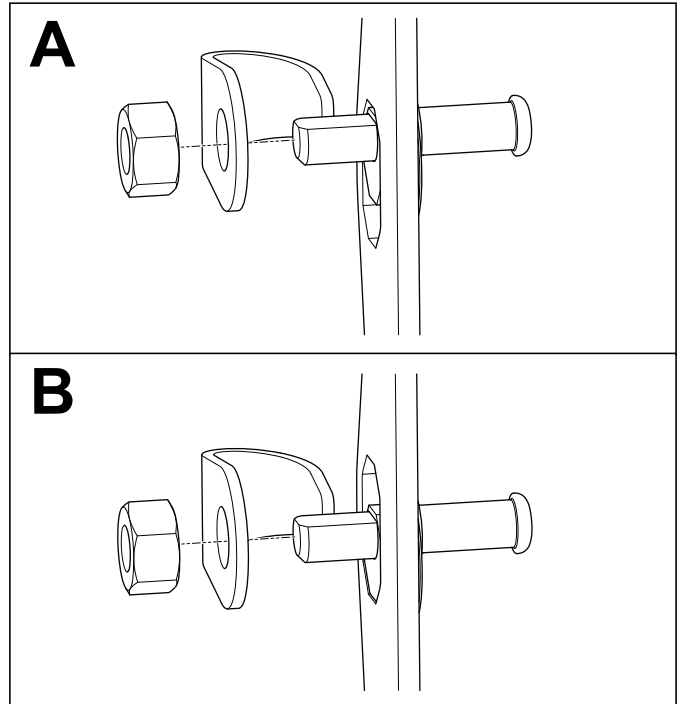

Figura 10
1. Centre el pasador de cierre en el soporte de montaje del pasador de cierre del raíl (Figura 10).